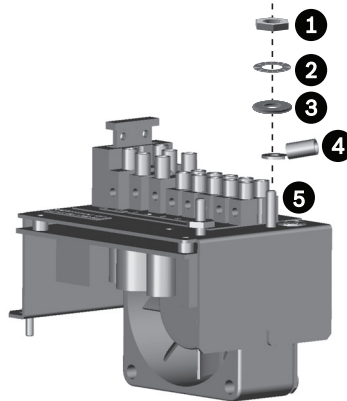

Figura 5.7 Toma a tierra de seguridad
Se proporciona una lengüeta de conexión terminal para conectar la toma a tierra de seguridad externa al puesto de toma a tierra del conjunto de soporte de PCB. Consulte la *Figura 5.7*.
- Vuelva a instalar las conexiones a tierra en el orden que se muestra en la *Figura 5.7*.